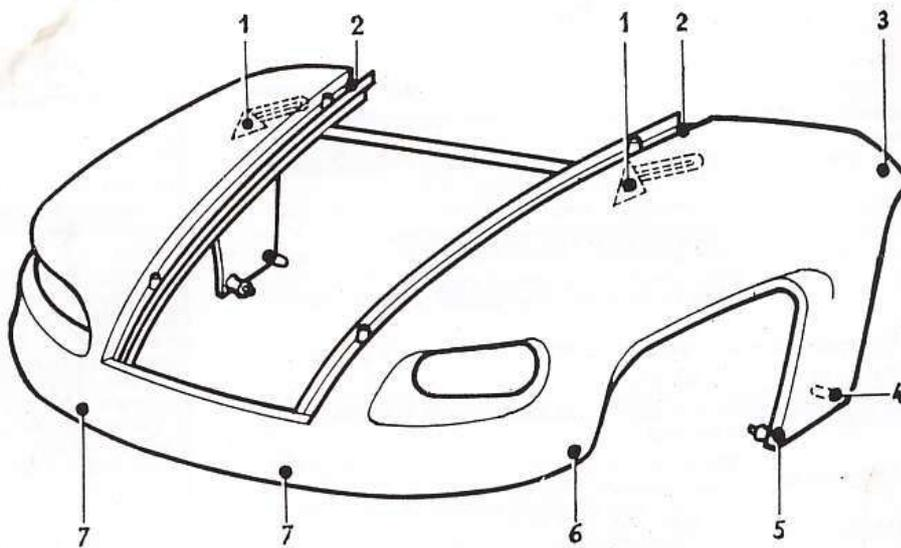

Fig. 2. — Points de fixation de l'ensemble de proue. Sur les modèles 1965 il n'y a pas d'entretoise entre les ailes.
- Desserrer seulement les vis (5) (fig. 2).